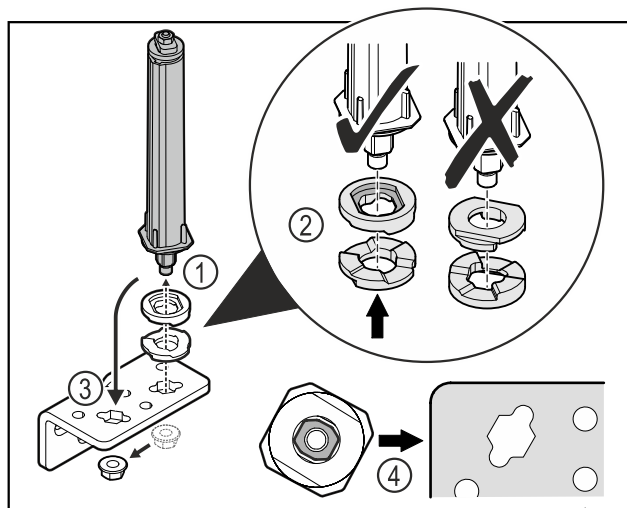

Fig. 37
- Løsn møtrikken, og fjern dørlukkesystemet Fig. 37 (1).
- Vær opmærksom på, at højdeindstillingsskiverne vender korrekt Fig. 37 (2).
- Flyt lukkesystemet i hængselvinklen, og fastgør med møtrikken Fig. 37 (3).
- Vær opmærksom på, at dørlukkesystemet vender korrekt, når det sættes i Fig. 37 (4).